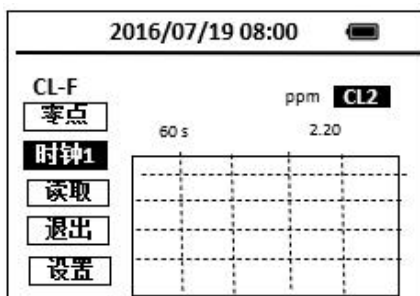

图 6 单次计时图
大多数的比色测量只需要一次计时步骤。例如，测余氯时 DPD 粉末试剂与水样中余氯完全反映需要等待 1 分钟。余氯 DPD 法只有单独 1 分钟计时步骤。图 6 单次计时界面。
1. 取样瓶注入被测水样到刻度线，将瓶盖拧紧放入 SP-800 测量槽中关闭遮光盖，按下“零点”按钮。SP-800 将会显示图 6 所示界面。